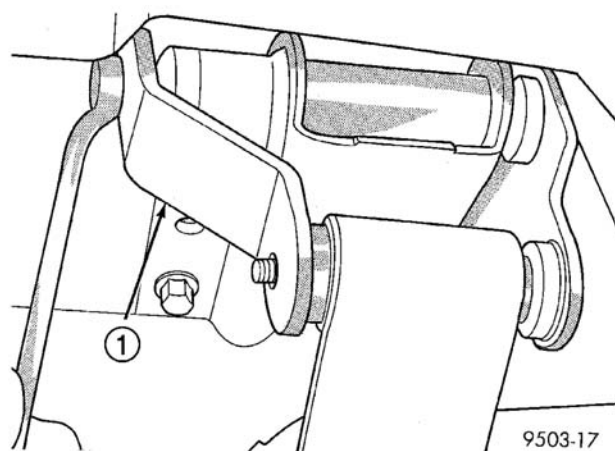
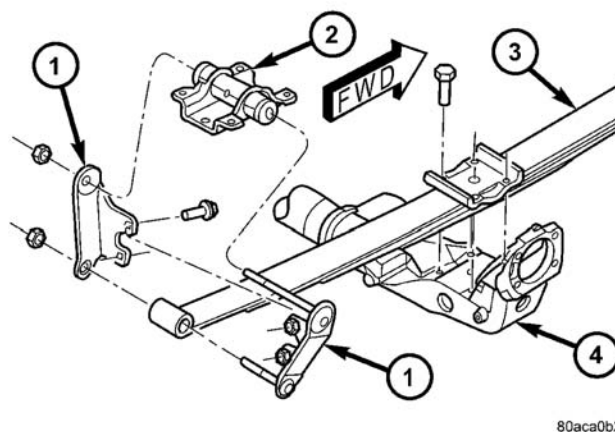

图 38 板簧吊耳螺母（前轮驱车型）
图 39 全轮驱动后悬架
(1) 拆卸板簧后吊耳的固定螺母和螺栓（图 38 和图 39）。